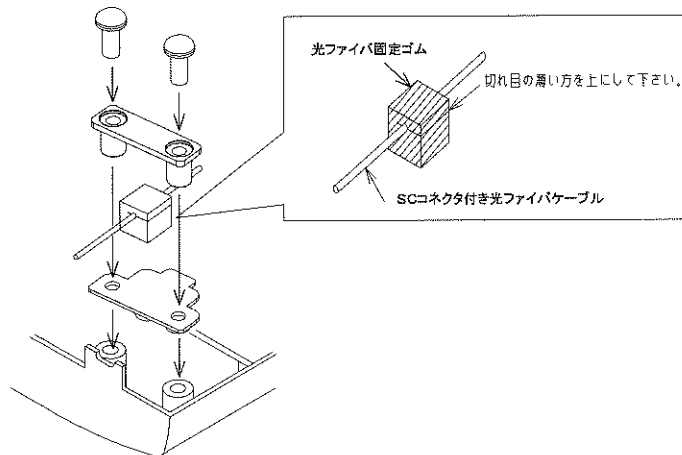

図 4-36 光ファイバ固定ゴムの取り付け
- ・ 本製品付属の光ファイバ固定ゴム(付属品⑥)で光ファイバケーブルを挟み、付属の光ファイバ固定カバー(付属品⑤)と取り外したテンションメンバ固定金具を反転させて使用し、光ファイバ固定カバー用ネジ(付属品④)で仮止めします。取り外したテンションメンバ固定金具を反転させ使用します。(図 4-36 参照) このとき、光ファイバ固定ゴム(付属品⑥)は、切れ目の薄い方が上側になるように挟んで下さい。